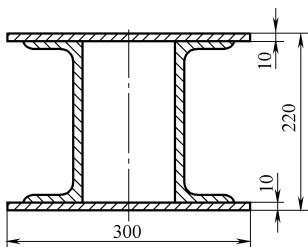

图 1-1
10. 已知钢结构梁的长度为 7.8m ，其断面尺寸如图 1-1 所示，计算钢梁的质量 (槽钢的单位长度质量为 25.77kg/m)。